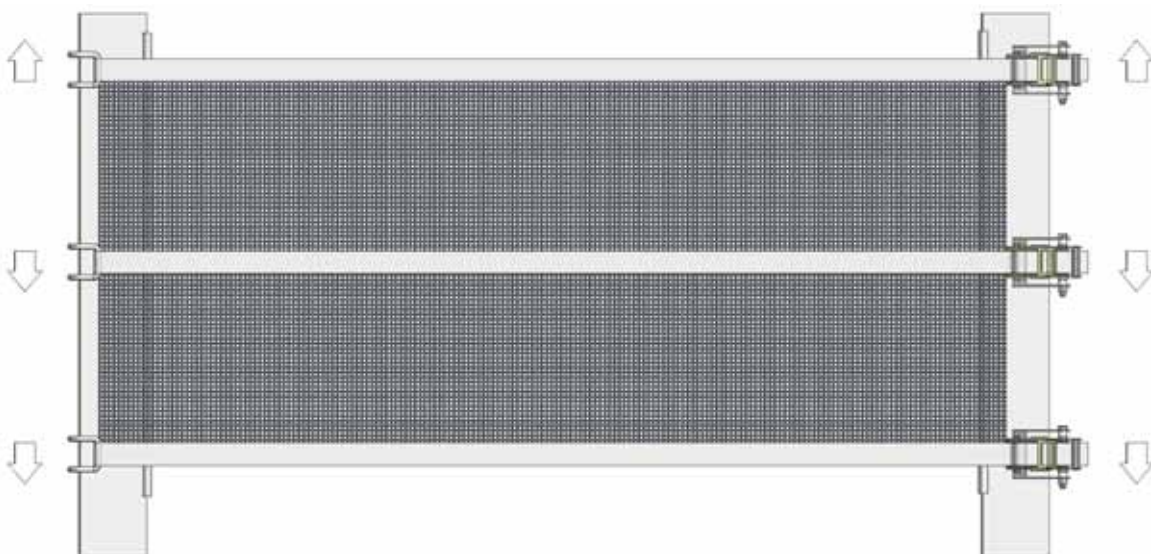

Abbildung 7, Spannen des Netzmaterials
7. Wiederholen Sie dies für alle verbleibenden Ratschen/Bänder. Drücken Sie alle Ratschen und Haken voneinander weg, um eine gute Spannung an den vertikalen Kanten des Bayscreens zu erhalten (Abbildung 7).